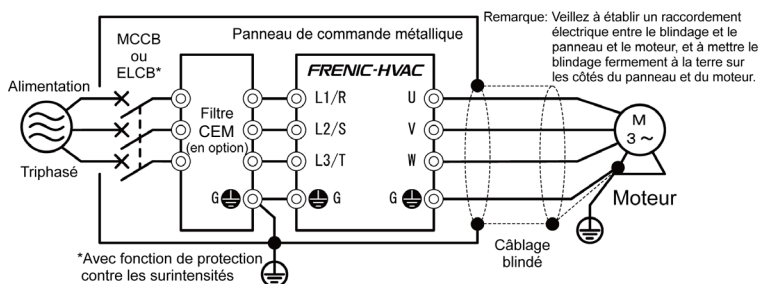

Figure 8.3 Installation dans un panneau
- 5) Lorsque vous utilisez un filtre CEM connecté extérieurement (en option), placez le variateur et le filtre sur une plaque métallique mise à la terre telle que la surface d'un panneau, comme montré sur la figure 8.3. Si les émissions sonores dépassent la valeur standard, placez le variateur et les équipements périphériques éventuels dans un panneau métallique. Pour plus de détails concernant l'utilisation d'un variateur avec un filtre, reportez-vous au tableau 8.5.
Notez que la connexion aux lignes électriques de basse tension industrielles est une exception. (Voir Figure 8.3.)